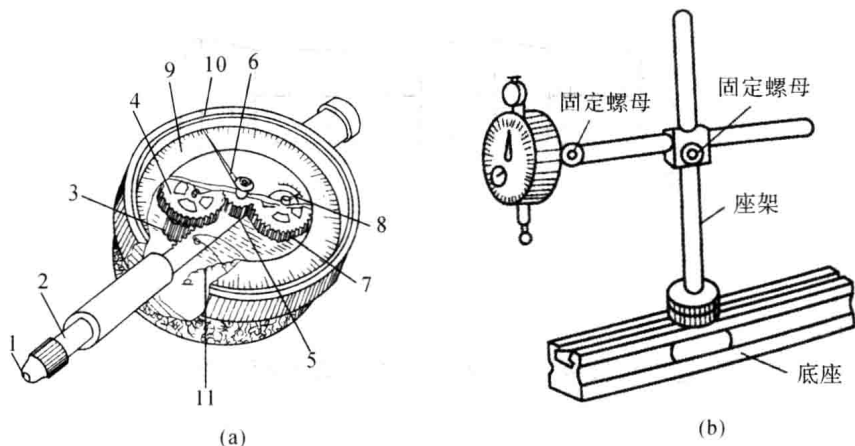

图 1-12 百分表
(1)结构与传动原理。百分表的结构如图 1-12 所示,主要由触头、齿杆、大、小齿轮、表盘、转动表圈、指针、拉簧等部分组成。当齿杆上升时,带动齿数为 16 的小齿轮 3,在小齿轮 3 的同轴上装有齿数为 100 的大齿轮 4。再由这个齿轮带动中间的齿数为 10 的小齿轮 5。长指针 6 与小齿轮 5 同轴,随其一起转动。小齿轮 5 同时带动大齿轮 7,该齿轮轴下端装有游丝,其作用是消除由齿侧间隙而引起的测量误差,以保证测量精度。该轴的上端装有短指针 8,用来记录长指针的转动圈数(长指针每转动一周,短指针转动一格)。表盘 9 圆周上等分地刻有线条,共分 100 格。转动表圈 10 可调整表盘刻线与长指针的相对位置。而拉簧 11 的作用是使齿杆 2 能回到原位。